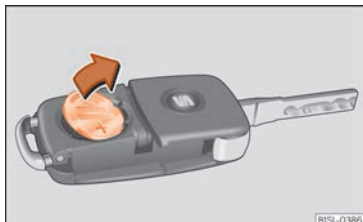

Fig. 66 Llave del vehículo: extracción de la pila.
- Extraiga la pila del compartimento con un objeto fino adecuado » » » **fig. 66.**
- Coloque la pila nueva tal como se muestra » » » **fig. 66** y presiónela en el compartimento para la pila en sentido contrario a la flecha » » » **!**